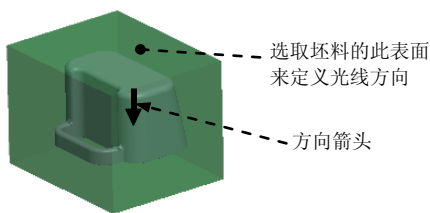

图 4.8 选取平面
Step4. 在 **CHAIN (链)** 菜单中选择 **Feat Curves (特征曲线)** 命令; 然后在系统  **选择包含曲线的特征.** 的提示下, 用“列表选取”的方法选取前面创建的轮廓曲线: 将鼠标指针移至模型中曲线的位置, 右击, 选择 **从列表中拾取** 命令; 在系统弹出的“从列表中拾取”对话框中选取 **F7 (SILH_CURVE_1)** 选项, 然后单击 **确定 (D)** 按钮; 在 **CHAIN (链)** 菜单管理器中选择 **Done (完成)** 命令, 系统会提示  **所有元素已定义. 请从对话框中选择元素或动作.**
Step5. 定义光线投影的方向。在“裙边曲面”对话框中双击 **Direction (方向)** 已定义元素。在系统弹出的 **GEN SEL DIR (一般选择方向)** 菜单中选择 **Plane (平面)** 命令, 然后在系统  **选择将垂直于此方向的平面.** 的提示下, 选取图 4.8 所示的坯料表面; 将投影的方向切换至图 4.8 中箭头所示的方向, 然后选择 **Okay (确定)** 命令。